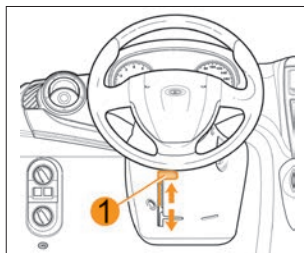

Рис. 12. Регулировка положения рулевого колеса
**В варианном исполнении** на автомобиле устанавливается регулируемая по углу наклона рулевая колонка. Для выбора оптимального положения рулевого колеса опустите блокирующую рукоятку **1** (рис. 12) вниз и, после установки рулевого колеса в желаемое положение, зафиксируйте рулевую колонку перемещением рукоятки в крайнее верхнее положение.